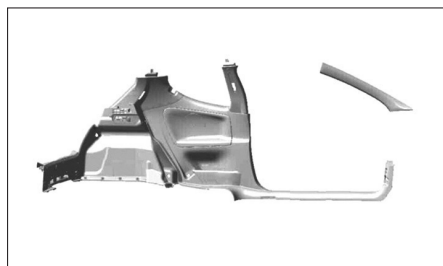

Fig. 94
- Dégager partiellement les garnitures intérieures (Fig.94).